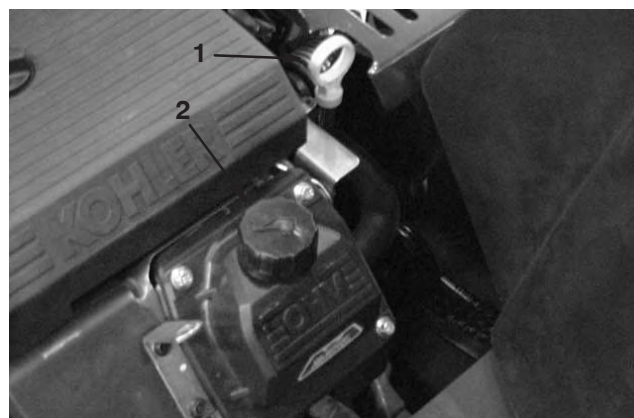

Figure 11
2. Nettoyez la surface autour de la jauge d'huile (Fig. 11) pour éviter que des impuretés ne s'introduisent dans le goulot de remplissage, ce qui risquerait d'endommager le moteur.